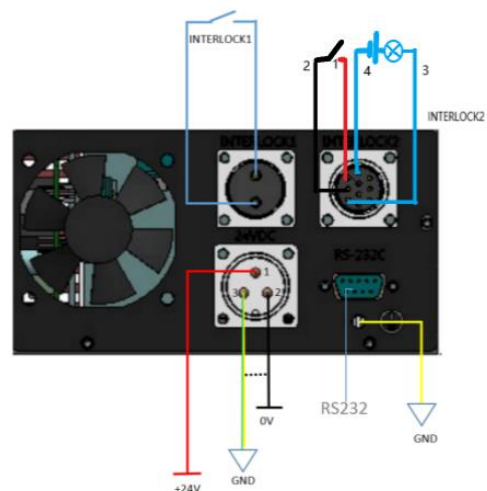

图 3.1 XRT 安装示意图
- 正确的接地方式：电源的机壳必须正确接地，如图 3.1 是一个典型接线。
连锁是作为一个安全开关来使用的，在连锁断开的时候电源是不会工作的，当电源工作的时候断开连锁会使输出关闭。本电源提供了两个外部连锁功能（详见图 3.1 XRT 安装示意图），客户可以根据实际情况灵活选择工作模式。